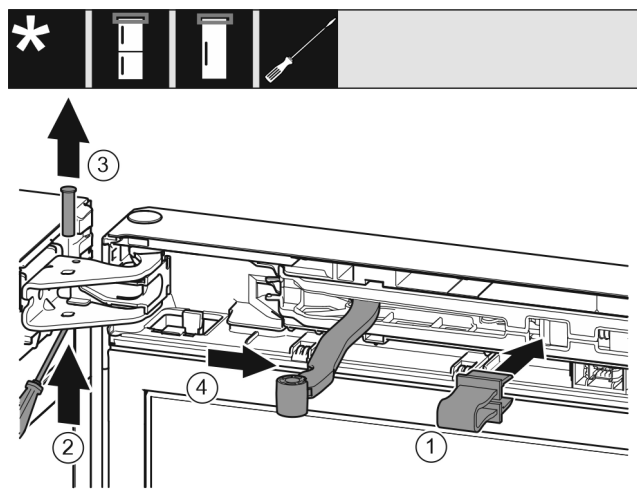

Fig. 9
- ▶ Encaje el seguro en la abertura. Fig. 9 (1)
- ▶ Extraiga el perno con el destornillador. Fig. 9 (2)
- ▶ Retire el perno hacia arriba. Fig. 9 (3)
- ▶ Gire la articulación en dirección de la puerta. Fig. 9 (4)